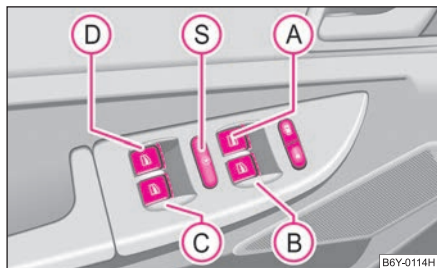

Fig. 29 Touches dans la portière du conducteur
Les contacteurs pour chaque vitre se trouvent dans l'accoudoir de la portière conducteur ⇒ fig. 29, de la portière passager avant et des portières arrière*.
Vous pouvez neutraliser les contacteurs pour les lève-vitres dans les portes arrière en appuyant sur la touche de sécurité (S) ⇒ fig. 29. Vous pouvez réactiver les touches pour les lève-vitres dans les portes arrière en réappuyant sur la touche de sécurité (S).
- Si des enfants sont assis sur les sièges arrière, nous vous recommandons de neutraliser les lève-vitres électriques des portières arrière (touche de sécurité)  ⇒ page 40, fig. 29.